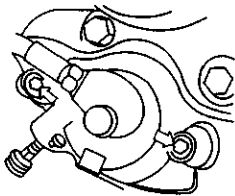

图 3-246 拆下上、下固定螺栓
3) 用内六角扳手拧松并拆卸上、下固定螺栓, 如图 3-246 所示。